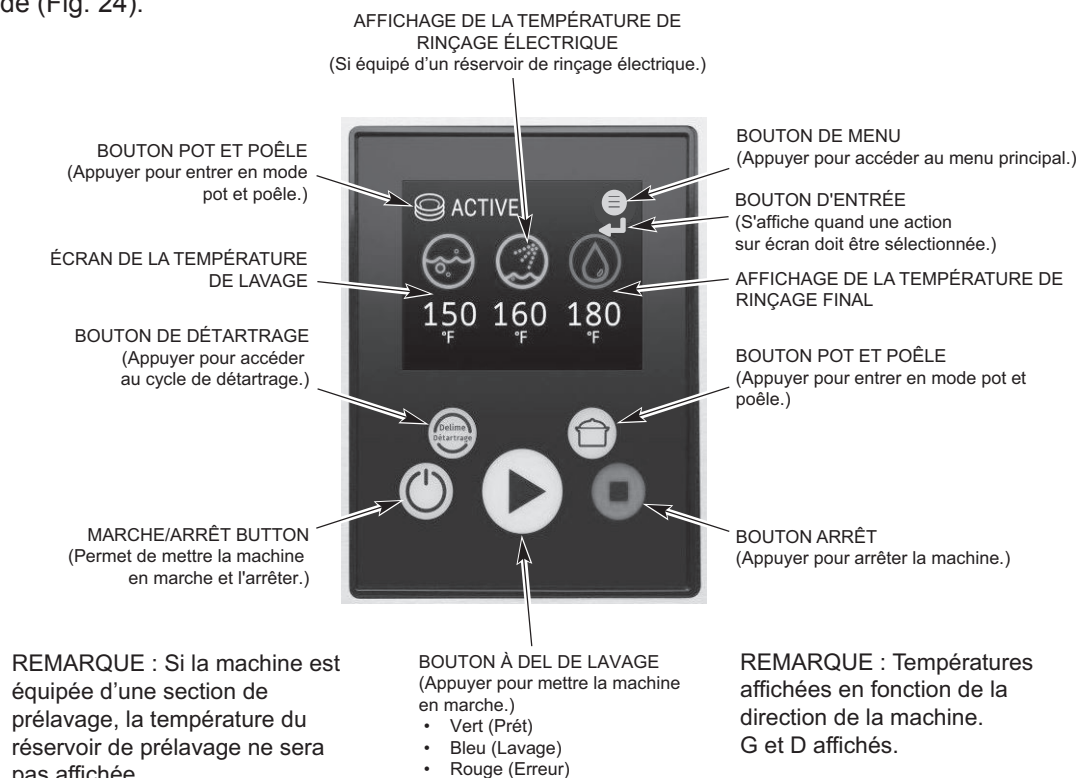

Fig. 24
Le poste de commande est monté sur le dessus de l'appareil. Le HMI est monté à l'avant du boîtier de commande (Fig. 24).
Fermer toutes les portes. Lorsque les portes sont fermées, cela fermera automatiquement la vidange. Pour démarrer le remplissage quand l'appareil est prêt, appuyer sur la touche ALIMENTATION [POWER] (Fig. 24).
5. Appuyer sur la touche ALIMENTATION [POWER] (Fig. 24). Le lave-vaisselle se remplit automatiquement (voir Remplissage du lave-vaisselle ci-haut). Une fois la cuve remplie, le brûleur s'allume si le chauffage est requis. Le système d'allumage prévoit une période de prépurge de 15 secondes avant d'effectuer l'allumage.
6. Si l'appareil ne fonctionne pas, appuyer sur la touche ALIMENTATION [POWER] (Fig. 24) et fermer le robinet du gaz. Communiquer avec le Service de l'entretien Hobart le plus près ou avec le fournisseur de gaz.
Lorsque le lave-vaisselle est rempli, faire démarrer les pompes en appuyant sur la touche WASH du HMI (Fig. 24) ou en insérant un panier dans l'appareil.
Quand le lave-vaisselle fonctionne, les températures apparaissent sur l'afficheur (Fig. 24). L'afficheur indique - - - pour la température de rinçage jusqu'à ce qu'un panier soit dans la zone de rinçage; alors la température de rinçage est affichée. Une fois la vaisselle sortie de la zone de rinçage, l'affichage de la température de rinçage final revient à - - -.
La fonction Mode casseroles et chaudrons, standard sur tous les modèles CL, permet à l'utilisateur de laver les casseroles et chaudrons encrassés en indexant les paniers au moyen des deux zones de lavage préréglées à une durée précise. Appuyer sur la touche CASSEROLES ET CHAUDRONS située sur le HMI (Fig. 24) afin d'activer ce mode. Insérer le panier dans le lave-vaisselle. Chaque casier sera indexé deux fois à travers la zone de lavage en fonction de l'heure prédéfinie. L'appareil reviendra au fonctionnement normal si l'utilisateur appuie sur la touche CASSEROLES ET CHAUDRONS ou sur la touche ARRÊT, ou si le temps du programme automatique est écoulé.